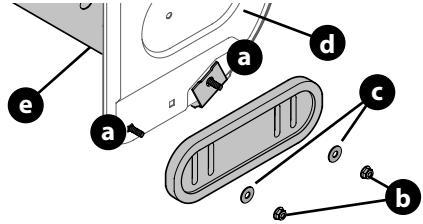

Figure 39
1. Fixez les patins au boîtier des tarières (d) avec deux boulons de carrosserie (a), deux écrous à bride (b) et les rondelles (c). Serrez les écrous à la main. Voir Figure 39.